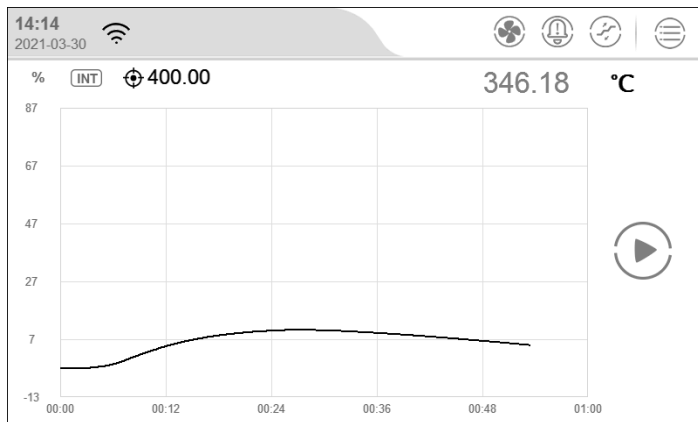

图 2-4 待机测量曲线
- 3) 控温按钮：表示启动/停止控温操作；当启动控温时，按钮下方会显示实时控温速率。如图 2-4 所示；